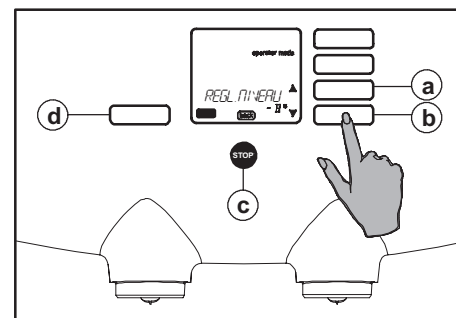

Fig. 73 Définition +/- nombre %
4. Appuyez sur le bouton Enter (fig. 73 d). L'écran affiche le pourcentage défini (fig. 73).
5. Avec les boutons de défilement $\updownarrow$ (fig. 73 a ou b), sélectionnez le niveau d'arôme souhaité.
6. Appuyez sur le bouton Enter (fig. 73 d) pour confirmer le paramètre.
7. Appuyez ensuite sur le bouton Stop (fig. 73 c) pour quitter la programmation.